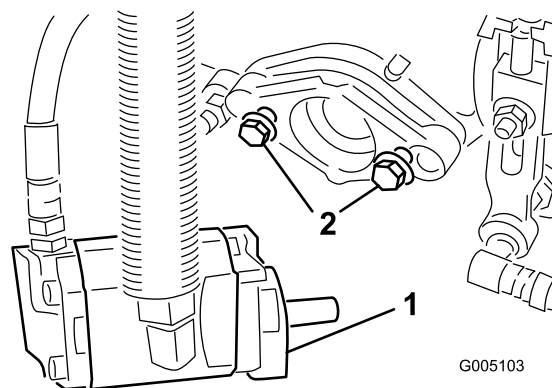

図 10
6. リールモータ取り付けボルトのねじの頭が、それぞれおよそ 13mm 突き出した状態になるようにすること **図 10**。
9. 取り付けボルトを締め付ける **図 10**。